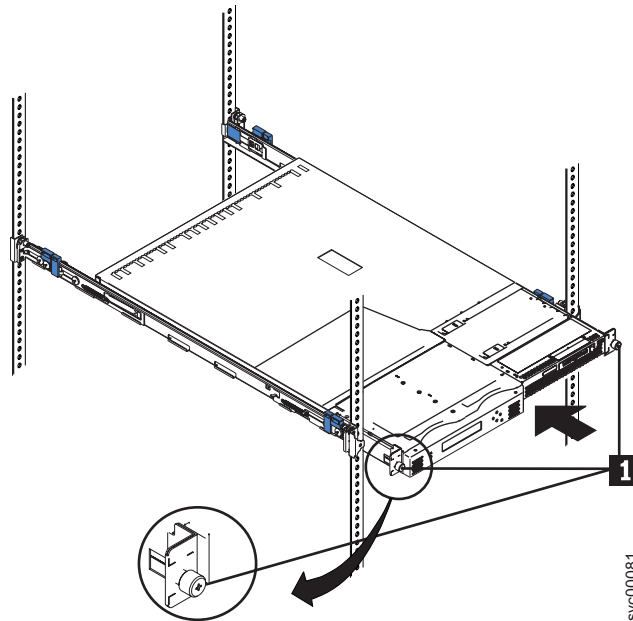

図 96. ラックへの SAN ボリューム・コントローラー 2145-4F2 の取り付け
3. 2 つの拘束つまみねじを完全に締めます (図 96 の **1**)。